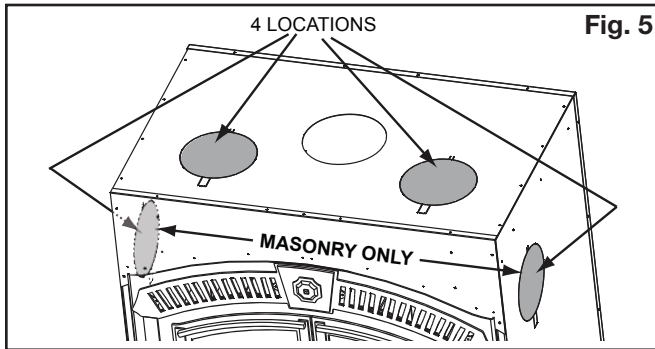

Fig. 5
1. Select the location that best suits your installation. Remove the outside knock-out, cut out the insulation and remove the inside knock-out (Fig. 5).
1. Choisissez l'emplacement qui convient le mieux à votre installation. Retirez le disque poinçonné extérieur, coupez le matériau isolant et retirez le disque poinçonné intérieur (Fig. 5).